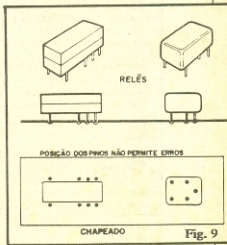

Fig. 9
**FIG. 9** - Os relés (vimos alguma coisa sobre eles, na presente Revista/Aula...) são peças relativamente grandes e cuja pinagem, muito específica e geralmente assimétrica, na prática **não** permite que os terminais sejam inseridos de modo errôneo, na placa. De qualquer maneira, a estilização nos "chapeados" é também sempre muito clara, qualquer que seja o modelo ou formato da peça, tenha quantos terminais tiver...